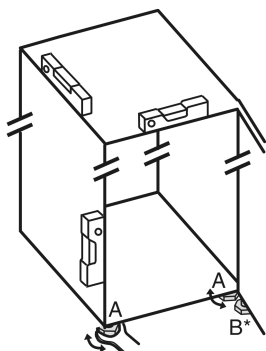

Fig. 25
- Stellfüße Fig. 25 (A) mit beiliegendem Gabelschlüssel und mit Hilfe einer Wasserwaage herausdrehen, bis das Gerät fest und ebenstehend ausgerichtet ist.
- Stellfuß Fig. 25 (B) am Lagerbock mit beiliegendem Gabelschlüssel herausdrehen, bis er auf dem Boden aufliegt.
- Stellfuß Fig. 25 (B) um 90° weiter drehen.